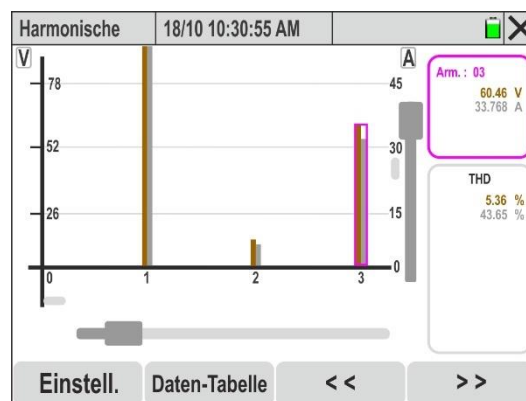

Abb. 57: Harmonischeanalyse für Spannung und Strom für jede einzelne Phase
14. Bei Auswahl der Spannungs- und Stromsignale jeder Phase werden die Histogramm-Diagramme der Paare V1N&I1, V2N&I2, V3N&I3 oder VNPE&IN in Abb. 57 angezeigt